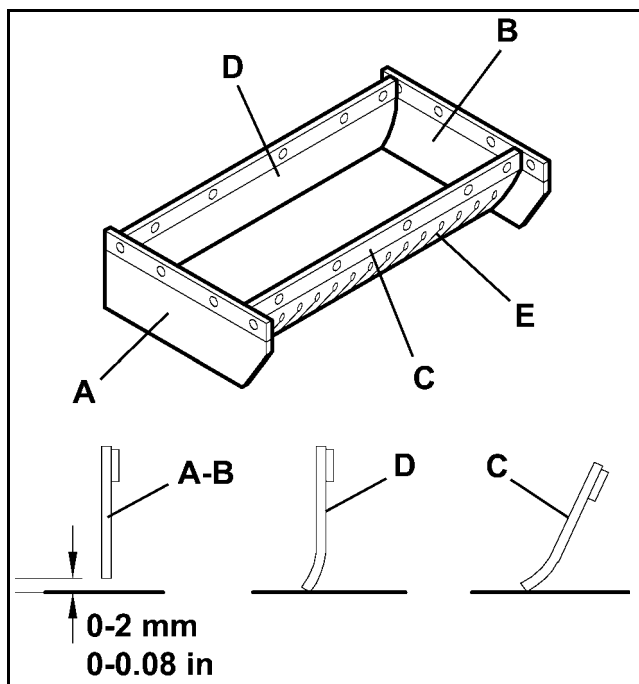

Figure 20
3. Contrôler que la hauteur des volets latéraux (A et B, Fig. 20) du sol est comprise entre 0 et 0.08 in (entre 0 et 2 mm).
4. Contrôler que les volets avant et arrière (C et D, Fig. 20) touchent légèrement le sol. En outre, contrôler que les volets sont intacts et qu'ils ne présentent pas de coupures ou de déchirures qui peuvent compromettre la capacité d'aspiration de la machine. Considérer que le volet avant présente des fentes verticales typiques (E). Si besoin est, remplacer les volets avant et arrière (se référer au Manuel d'entretien).